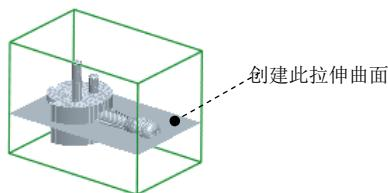
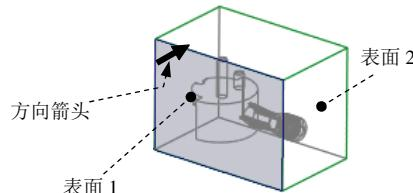

图 10.12 创建拉伸曲面
图 10.13 定义草绘平面
(6) 在 **曲面：复制** 操控板中单击 按钮。
Step5. 通过“拉伸”的方法，创建图 10.12 所示的拉伸曲面。
(1) 将坯料取消遮蔽。在模型树中右击 WP.PRT，从系统弹出的快捷菜单中选择 **取消遮蔽** 命令。
(2) 单击 **分型面** 功能选项卡 **形状** ▾ 区域中的“拉伸”按钮 **拉伸**，此时系统弹出“拉伸”操控板。
(3) 定义草绘截面放置属性。在绘图区空白处右击，从系统弹出的菜单中选择 **定义内部草绘...** 命令；在系统 **选择一个平面或曲面以定义草绘平面** 的提示下，选取图 10.13 所示的坯料表面 1 为草绘平面，接受图 10.13 中默认的箭头方向为草绘视图方向，然后选取图 10.13 所示的坯料表面 2 为参考平面，方向为 **右**。单击 **草绘** 按钮，至此系统进入截面草绘环境。